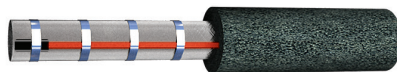
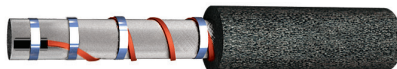

Рис. 3
Рис. 4
- 2** Установите секцию нагревательную на трубу: либо вдоль трубы (рис. 3), либо используя намотку по спирали (рис. 4). В случае спиральной схемы нагревательную секцию укладывать с равномерным шагом.